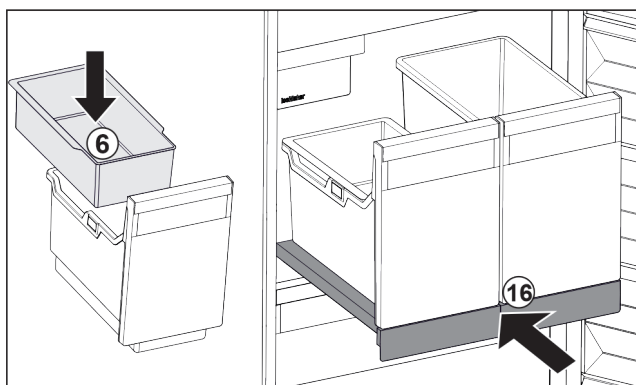

Fig. 107
- Sätt in det hängande facket Fig. 107 (6) för istärningar.
- Skjut in utdragshyllan med behållare (IceTower). Fig. 107 (16)